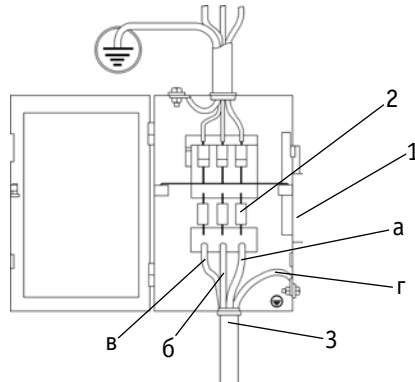

Рис. 8.2. Схема подключения к сети.
1. Подсоедините сетевой кабель к электросети с требуемыми параметрами. Проверьте надежность соединения кабеля и сетевой розетки (См. рис. 8.2).